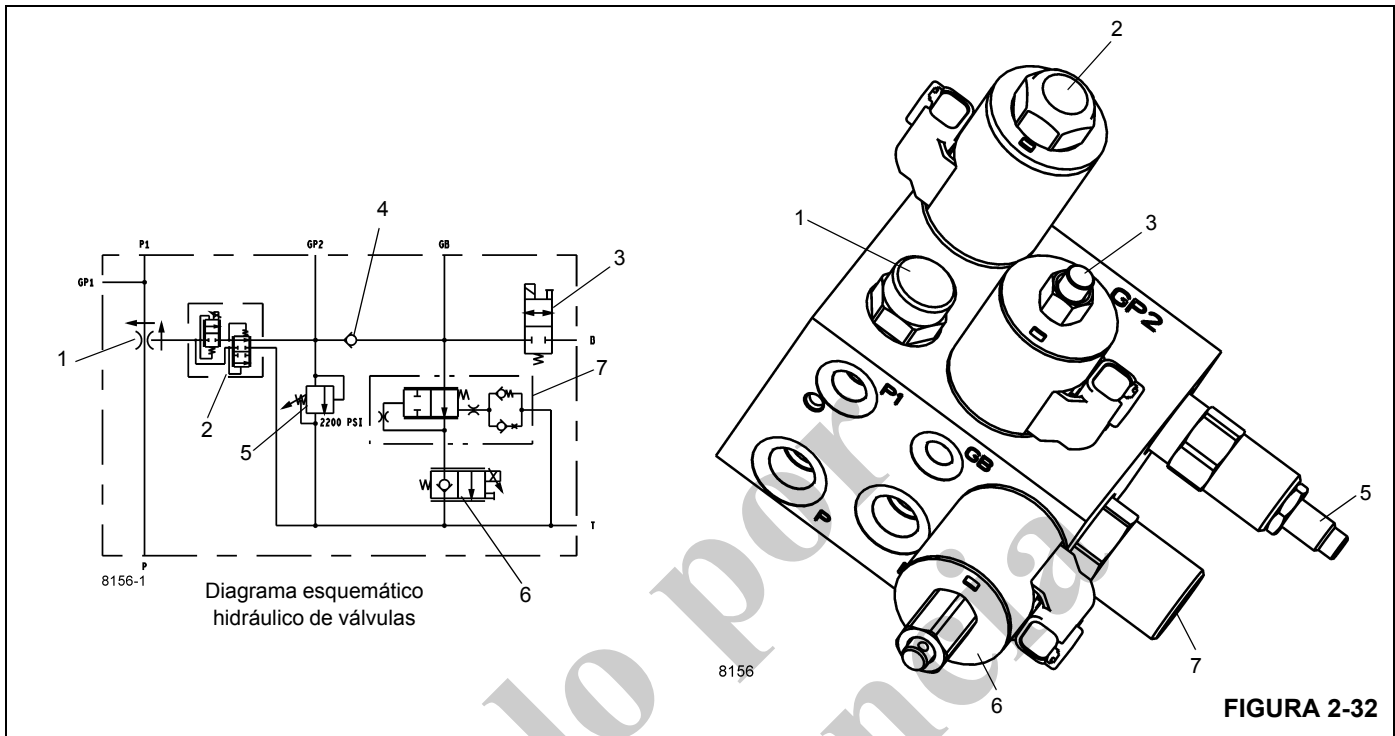

FIGURA 2-32
El colector de la válvula de control del tubo de llenado de telescopización, que se encuentra en la plataforma de giro, es controlado por el RCL. El colector de la válvula de control del tubo de llenado de telescopización evita que la primera etapa (secciones telescópicas 2, 3 y 4 de la pluma) se mueva cuando la segunda etapa (sección telescópica 1) se extiende o se retrae, manteniendo la presión de aceite en el tubo de llenado de la primera etapa. El colector de la válvula de control del tubo de llenado de telescopización evita que la primera etapa se retraiga mientras que la segunda etapa se extiende, derivando primero el flujo de aceite que recibe de la válvula de control de caudal de freno de carga y de prioridad del ventilador del enfriador del aire de carga hacia la lumbrera de presión del colector de la válvula de carga del acumulador doble, a través de la válvula de caudal prioritario de 4.0 gal/min (1, Figura 2-32). El exceso de flujo de aceite de la válvula de flujo se dirige a la válvula de control de sentido de tres vías, controlada por solenoide y descentrada por resorte (2), que deriva el aceite hacia el depósito cuando se desenergiza. Sólo cuando la segunda etapa se está extendiendo, el RCL energizará la válvula de control de sentido, que deriva el